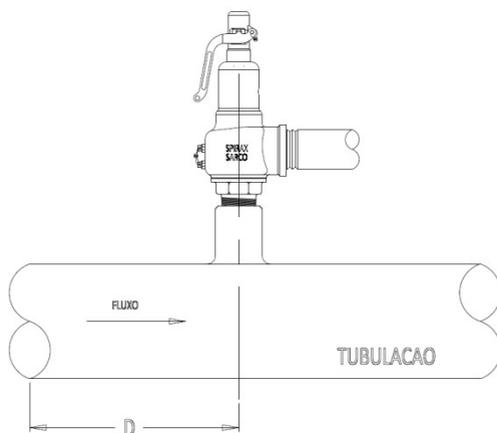

Figura 04
- Para redução dos efeitos de turbulência excessiva na entrada das Válvulas de Segurança, as seguintes recomendações devem ser observadas (Figura 04):
- As Válvulas de Segurança devem ser instaladas a uma distância (D) de pelo menos oito a dez diâmetros da tubulação a jusante de qualquer curva, cotovelos, tês, placas de orifício ou outras válvulas. Essa distância deve ser aumentada quando a válvula for instalada na seção horizontal da linha precedida por uma seção ascendente.